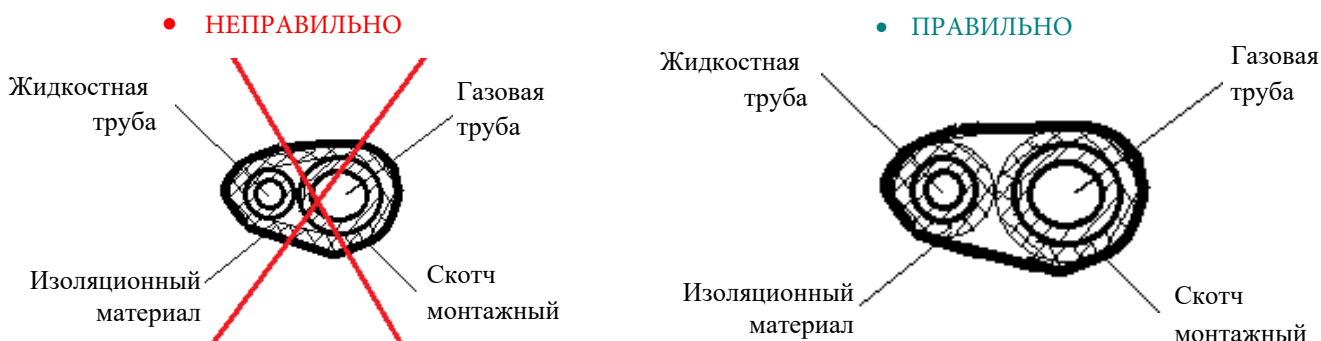

Рис.2.9
- Газовая и жидкостная труба должны быть отдельно изолированы относительно друг от друга. Контакта между ними не изолированными трубами не допускается (рис.2.9).